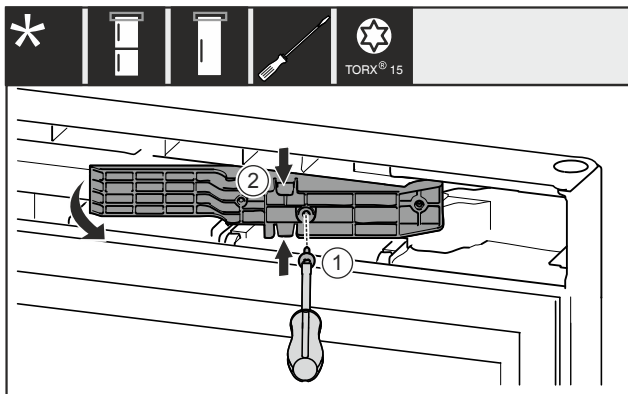

Fig. 16 *
- ▶ Rimuovere la vite Fig. 16 (1)*
- ▶ Comprimere leggermente l'adattatore Fig. 16 (2) in alto e in basso ed estrarlo.*